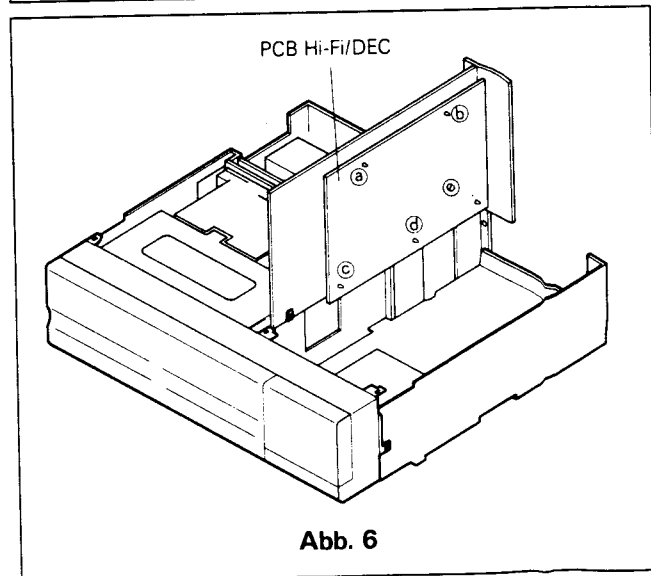

Abb. 6
- B. Lösen Sie die fünf Klammern (a ~ e) und die Hi-Fi/DEC Platine wie in Abb. 6.